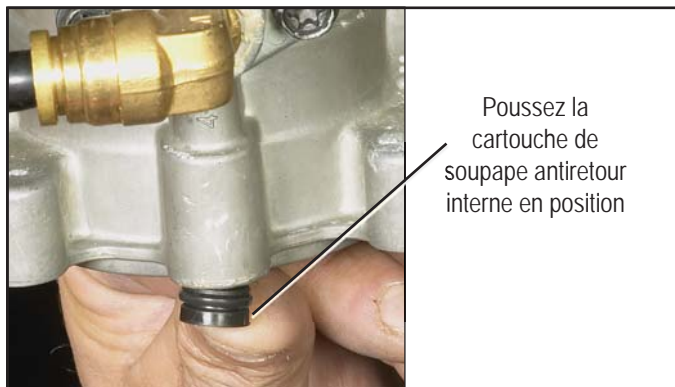
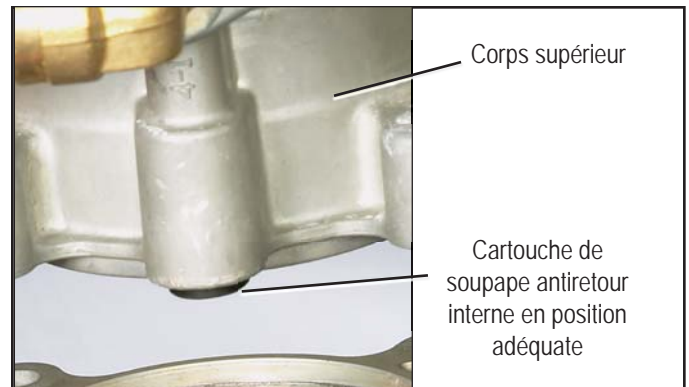

Figure 7 - INSTALLATION DE LA CARTOUCHE
Figure 8 - INSTALLATION ADÉQUATE DE LA CARTOUCHE
1. Insérez la cartouche de remplacement dans l'alésage d'où la soupape antiretour, le ressort et le guide de plastique ont été retirés. Remarque : Assurez-vous d'enlever la cartouche de son tube d'expédition avant de l'installer. Poussez la cartouche en position jusqu'à ce qu'elle s'arrête, tel qu'illustré à la Figure 7. Une partie du guide de plastique dépassera, tel qu'illustré à la Figure 8. **NE FORCEZ PAS LA CARTOUCHE PLUS À FOND DANS L'ALÉSAGE.**